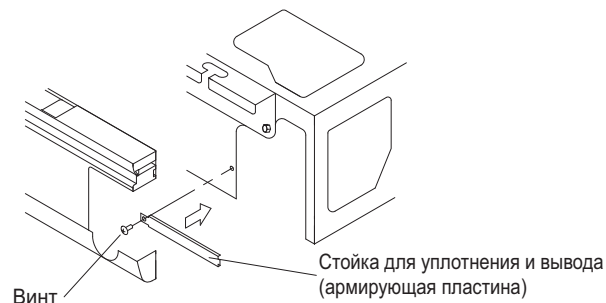

Рис. 29
- После прокладки дренажного трубопровода используйте остатки уплотнительного материала и армирования, удаленные как было указано в разделе "6. РАБОТЫ С ТРУБОПРОВОДОМ ДЛЯ ХЛАДАГЕНТА". Остатки уплотнительного материала и армирование можно не использовать с правой стороны (армирующей плиты). (См. рис. 29.)